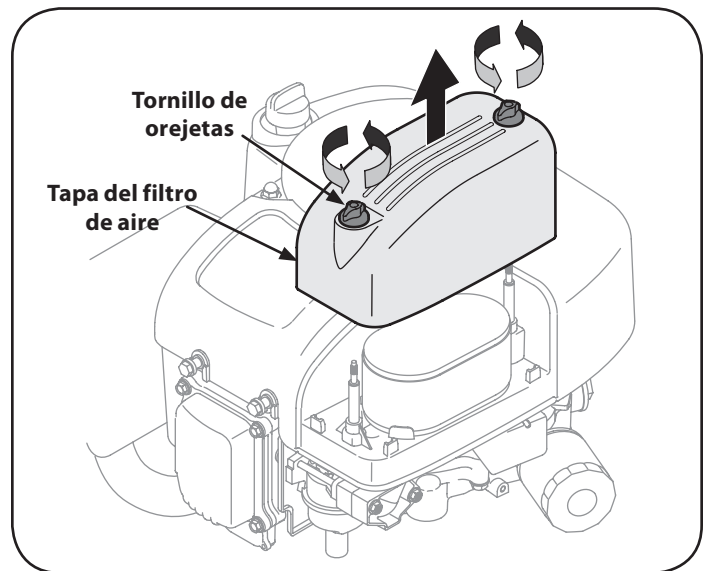

Figura 23
1. Desenrosque los tornillos de orejetas y quite la cubierta del filtro de aire. Vea la Figura 23.